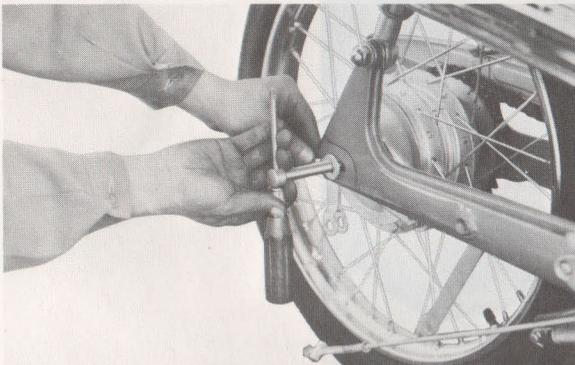

Fig. 3-11
- 2) Retirez l'écrou de la broche de roue arrière et enlevez la broche. (Fig. 3-11)
- 2) Maak de moer van de achterwielas los en trek de as eruit. (Fig. 3-11)